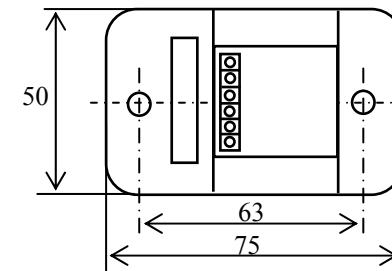
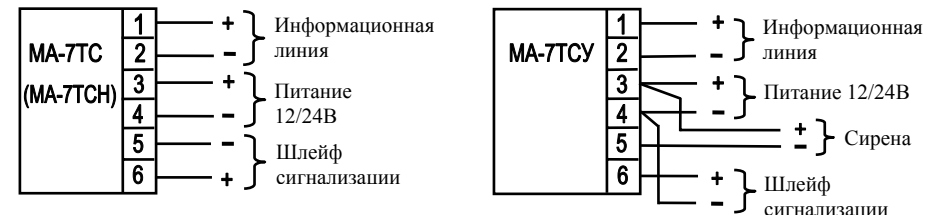

Рис. 1. Габаритные и установочные размеры адресной метки.
Рис. 2. Назначение клемм адресных меток МА-7ТС и МА-7ТСУ.
- 6.1.2. Габаритные и установочные размеры адресной метки показаны на рис.1, принципиальные схемы подключения - на рис.2,3.